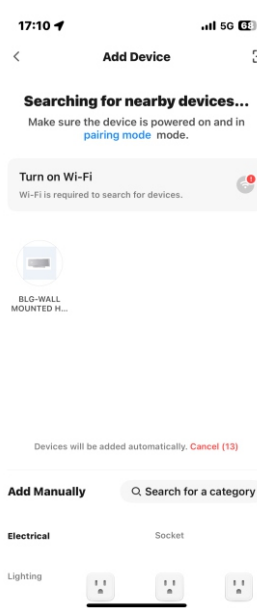
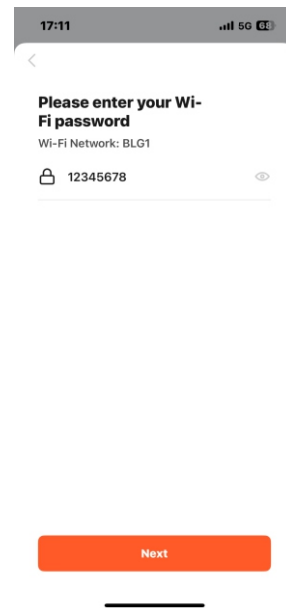

Bild4
Bild5
- 3) Es erscheint dann die Ansicht aus Bild 4. Klicken Sie auf das mit dem Pfeil markierte Symbol, wählen Sie das WLAN aus, über das eine Internetverbindung hergestellt werden kann, geben Sie das WLAN-Passwort ein und klicken Sie auf „Weiter“, wie in Bild 5 gezeigt.